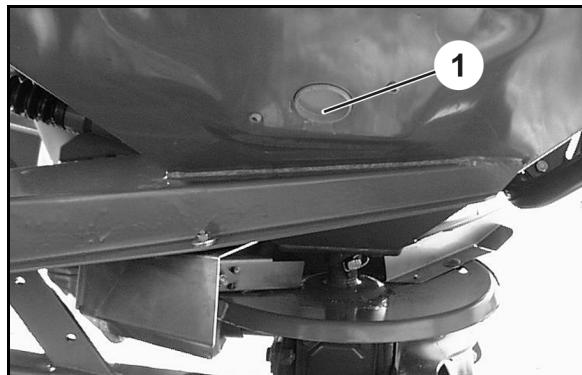

Рис. 41
1. Удалите пластмассовую заглушку (Рис. 41/1).